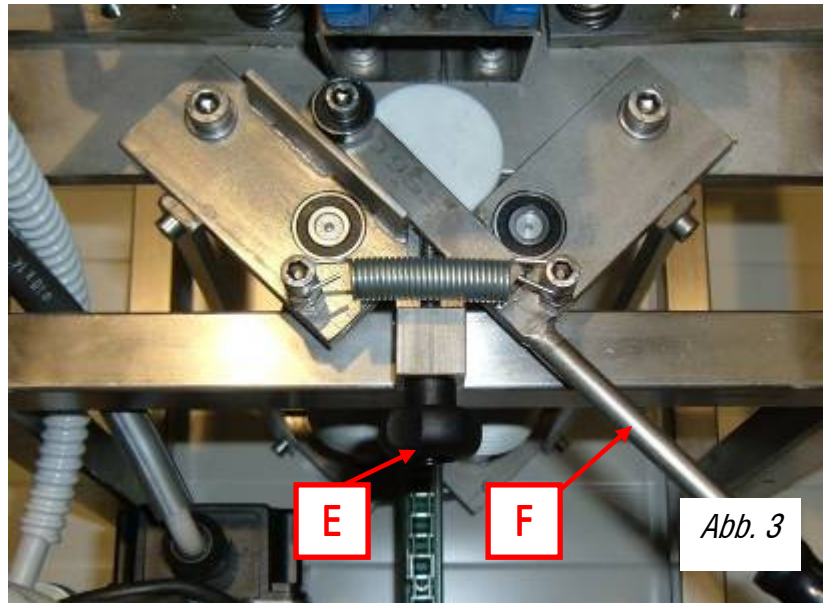

Abb. 3
3.2 WALZEN ZUR ÖFFNUNG DER ZELLEN (Abb. 3 - S. 5)
Die Einstellung der Walzen zur Öffnung der Zellen erfolgt über den Drehgriff (E) am Austritt der Rähmchen aus der Maschine, siehe Abb. 3.